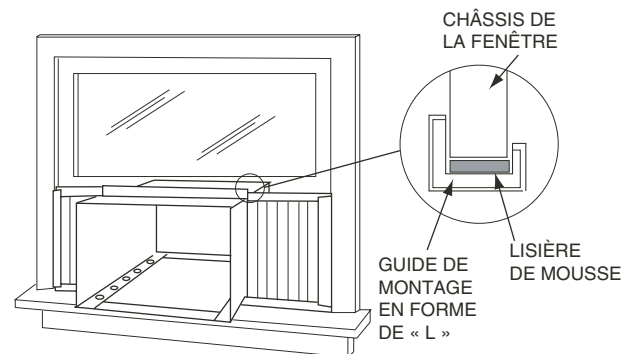

FIGURE 14 — EMPLACEMENT DU CAISSON
- Centrez le caisson dans la fenêtre. Abaissez le châssis de la fenêtre jusqu'à ce qu'il repose fermement sur le guide supérieur de l'appareil installé à l'étape 7. Assurez-vous que le haut et le bas du caisson sont bien positionnés dans l'ouverture de la fenêtre. Vérifiez si le guide inférieur s'insère dans la rainure des assemblages de support. Consultez la Figure 14.